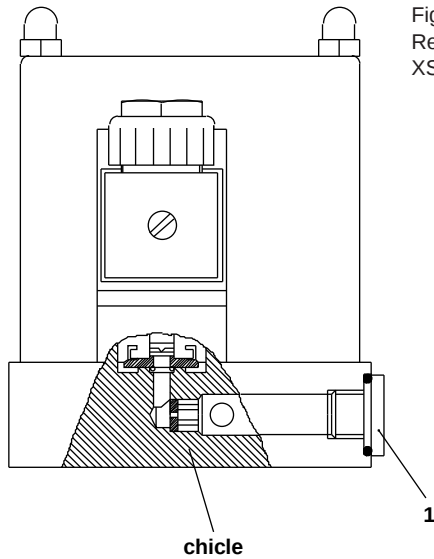

Figura 1
a) Válvula de embrague (retardo de la conexión - figura 1)
Los chicles están atornillados en la cámara de presión detrás de los dos tapones (figura 1, punto 1). Asegurarse de que la cámara del chicle está sin presión antes de extraer el tapón. Cuando la válvula de corte (figura 3, punto 2) está incluida en el conjunto del chicle, no es necesario descargar la línea de alimentación P después de extraer el tapón (figura 3, punto 4). La válvula de corte aísla la línea de alimentación desde la cámara del chicle. Los chicles pueden cambiarse después de extraer los tapones (figura 1, punto 1). Es importante que ambos chicles de las válvulas piloto tengan el mismo diámetro. Después de haber cambiado los chicles, la válvula de corte (figura 3, punto 2) debe abrirse para restaurar la conexión desde P al control del piloto.